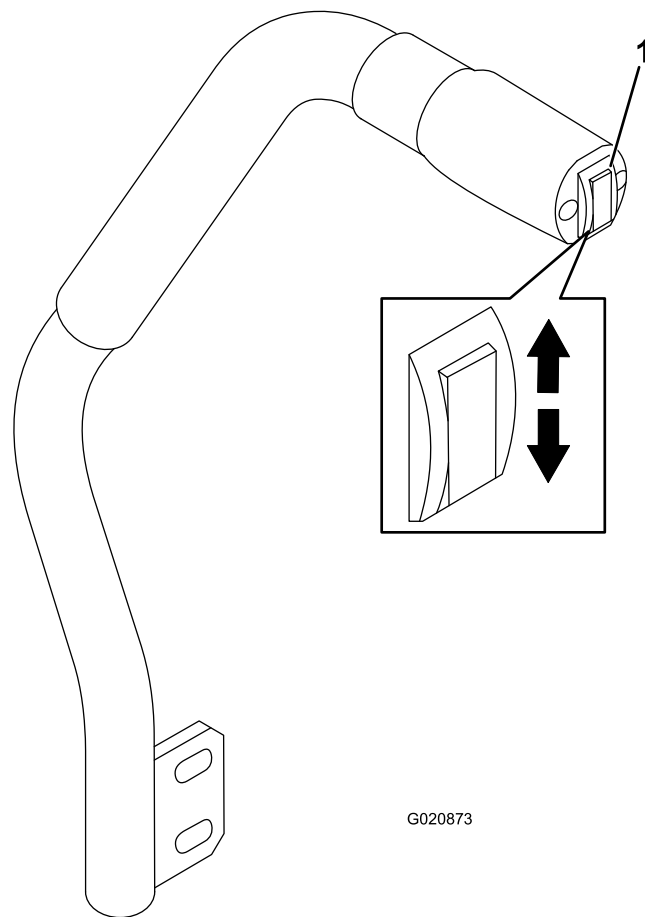

Figure 19
La commande de levage du tablier de coupe permet de lever et d'abaisser le tablier de coupe (Figure 19).
- Pour abaisser le tablier de coupe, appuyez sur le bas de la commande (Figure 19).
- Pour lever le tablier de coupe, appuyez sur le haut de la commande (Figure 19).